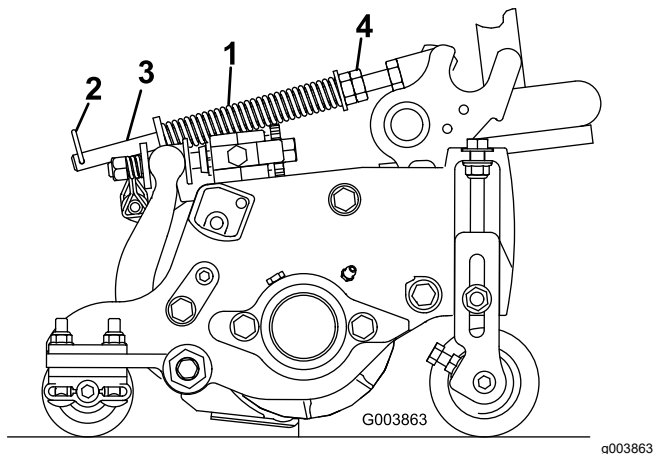

Figure 21
Le ressort de compensation (Figure 21) transfère le poids du rouleau avant au rouleau arrière. Cela évite la formation d'ondulations à la surface de la pelouse.
1. Vérifiez que la goupille fendue est insérée dans le trou de la tige de ressort (Figure 21).
2. Serrez les écrous hexagonaux à l'extrémité avant de la tige de ressort jusqu'à ce que la longueur du ressort comprimé soit égale à 16 cm ; voir Figure 21.